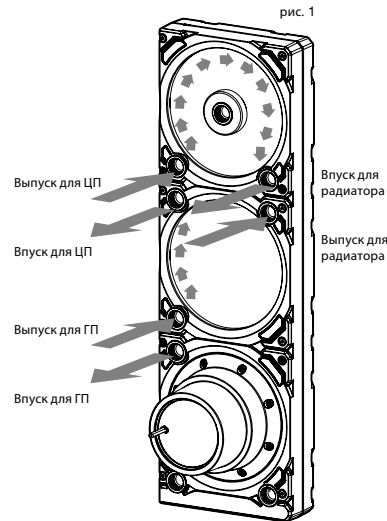

рис. 1
1. Найдите подходящие порты. Должны использоваться только подходящие порты, как показано на рисунке (см. рис. 1).